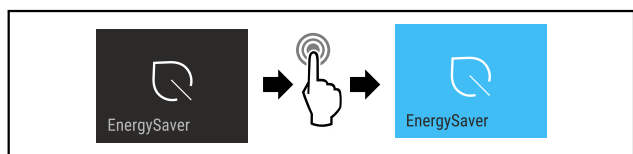

Fig. 14
- ▶ Genomför stegen (se Fig. 14).